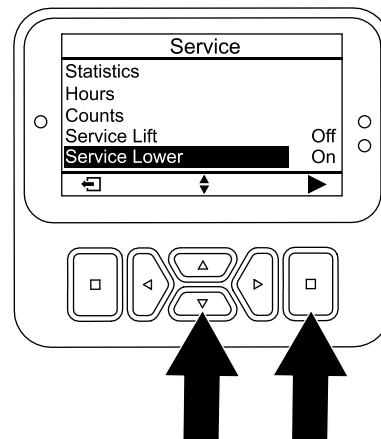

Figura 167
- Prima o botão para baixo até a opção SERVICE LOWER estar selecionada, depois prima o botão de seleção (Figura 167).